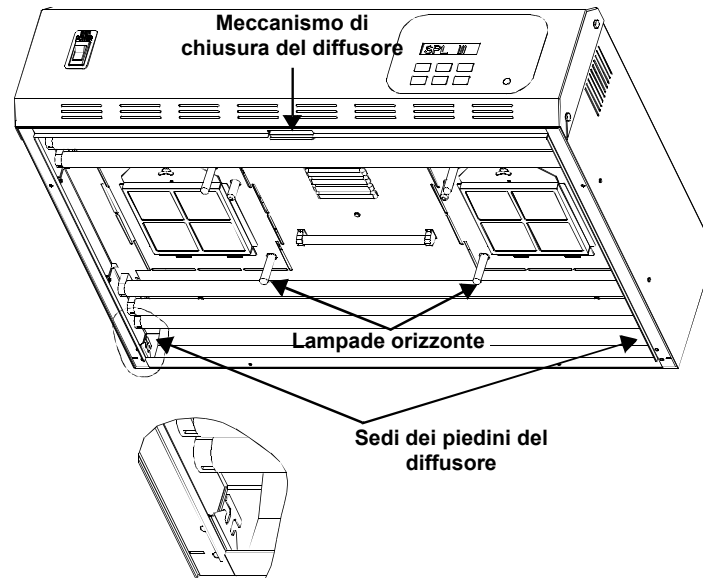

Figura 11. Apparecchio illuminante con diffusore
5. Inserire i piedini del diffusore nelle relative sedi in corrispondenza degli angoli posteriori inferiori del corpo dell'apparecchio illuminante. Vedere la Figura 11.